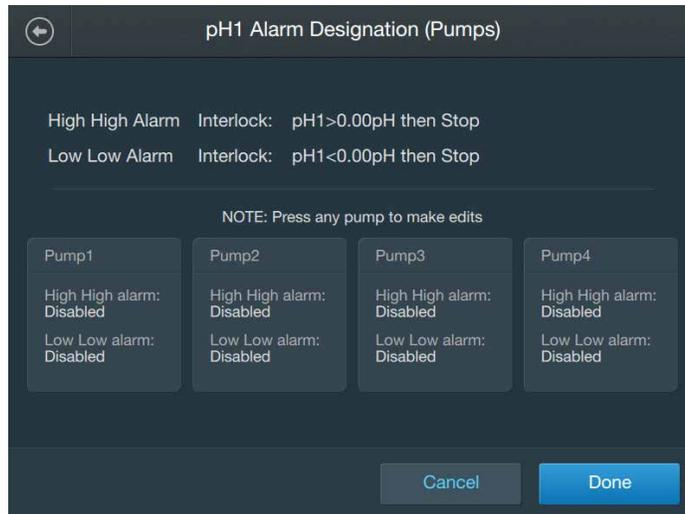

Abbildung 3.35. Bildschirm „Alarm Designation (Pumps)“ (Alarmzuweisung (Pumpen)).
17. Im daraufhin angezeigten Bildschirm (Abbildung 3.35) sehen Sie die Sperr- und Hystereseparameter, die Sie für den „High High Alarm“ (Zweiter Maximalwertalarm) und/oder den „Low Low Alarm“ (Zweiter Minimalwertalarm) eingegeben haben. Darunter werden die im System eingerichteten Pumpen angezeigt. Tippen Sie auf die Schaltfläche für eine Pumpe, um den zweiten Maximalwertalarm und den zweiten Minimalwertalarm zu aktivieren oder zu deaktivieren.